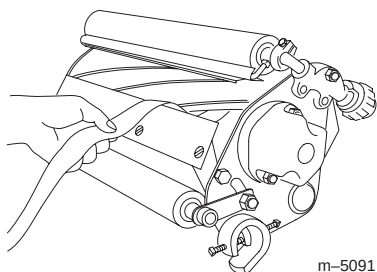

Bild 4
3. Vergewissern Sie sich nach dieser Einstellung, dass die Spindel Papier einklemmen kann, das von vorne eingeführt wird, und Papier schneiden kann, das senkrecht eingeführt wird (Bild 4). Sie sollten Papier mit minimalem Kontakt zwischen Untermesser und Spindelwiderstand mehr als 1 Nm beträgt, schärfen oder schleifen Sie das Mähwerk nach, um die für einen genauen Schnitt erforderlichen scharfen Kanten zu erhalten (weitere Angaben finden Sie in der Toro Anleitung „Schärfen von Spindel- und Sichelmähern“, Form No. 80-300PT).